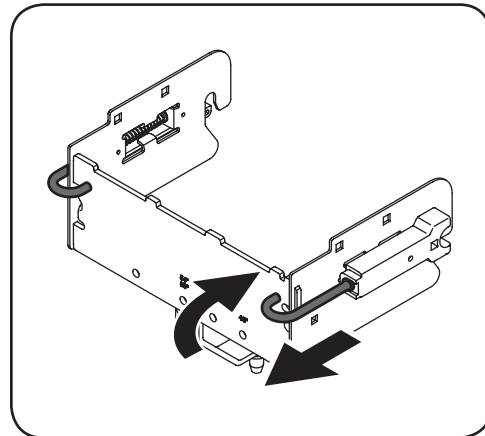

Figura 1-3
2. Retire los ganchos y manténgalos abiertos torciéndolos ligeramente hacia dentro y dejándolos descansar sobre el dorso del soporte posterior. Vea la Figura 1-3.